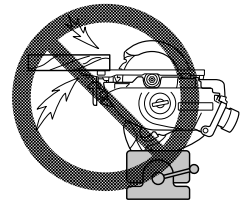

图 4
5. 请勿用被虎钳颠倒夹住的电圆锯进行锯割。这种做法非常危险，会造成严重事故。（图 4）